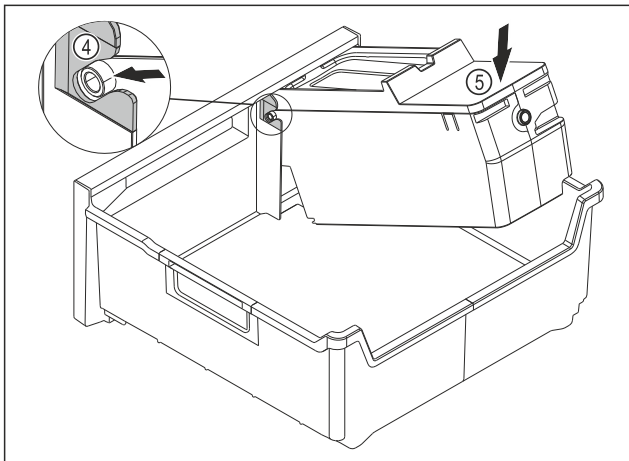

Fig. 125
- ▶ Montáž korpusu EasyTwist-Ice: Osy korpusu EasyTwist-Ice zasuňte do vedení Fig. 125 (4).
- ▶ Stlačte korpus EasyTwist-Ice Fig. 125 (5) vzadu dolů.